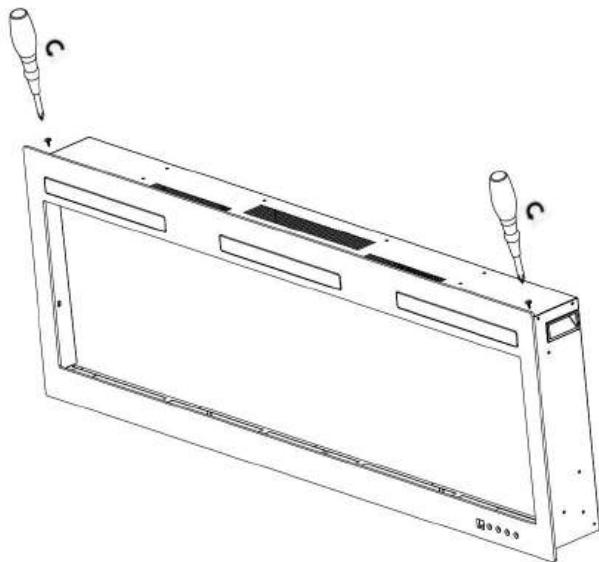

Fig. 1-1
- A. Togliere le viti da entrambi i lati (**Fig. 1-1**).